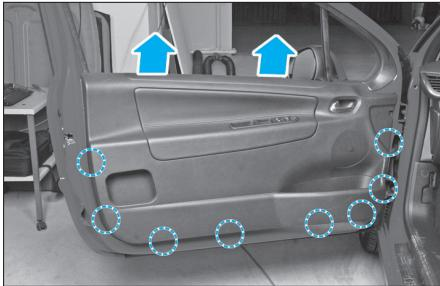

Fig. 58
- A l'aide d'une pince à dégrafer, déclipser la garniture de porte (Fig.58).